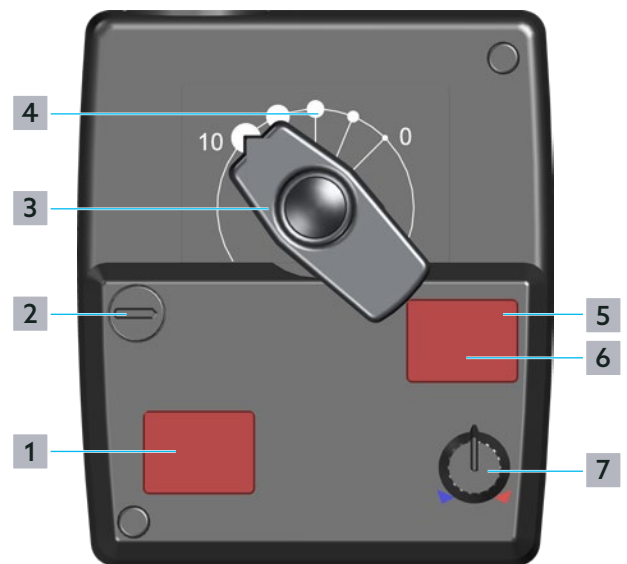

Abb. 4: Bedienelemente Stellmotor
Unter der Abdeckung DIP-Schalter (siehe Position **6** in Abb. 4 auf Seite 8) befinden sich vier DIP- Schalter für weitere Einstellungen. Die Abdeckung können Sie mit einem kleinen Schraubendreher entfernen.
Die Standardeinstellung des Stellmotors ist der Automatikbetrieb. Die Position des Drehgriffs (Position 3 in Abb. 4 auf Seite 8) zeigt die aktuelle Position des Stellmotors an.
Wenn Sie den Drehgriff (Position 3 in Abb. 4 auf Seite 8) im Automatikbetrieb manuell verstellen, kann die Mechanik des Stellantriebs beschädigt werden.
- 1 Schalten Sie das Gerät mit dem Drehknopf (Position 2 in Abb. 4 auf Seite 8) in den manuellen Betriebsmodus.
- 2 Wählen Sie mit dem Drehgriff (Position 3 in Abb. 4 auf Seite 8) die gewünschte Position.